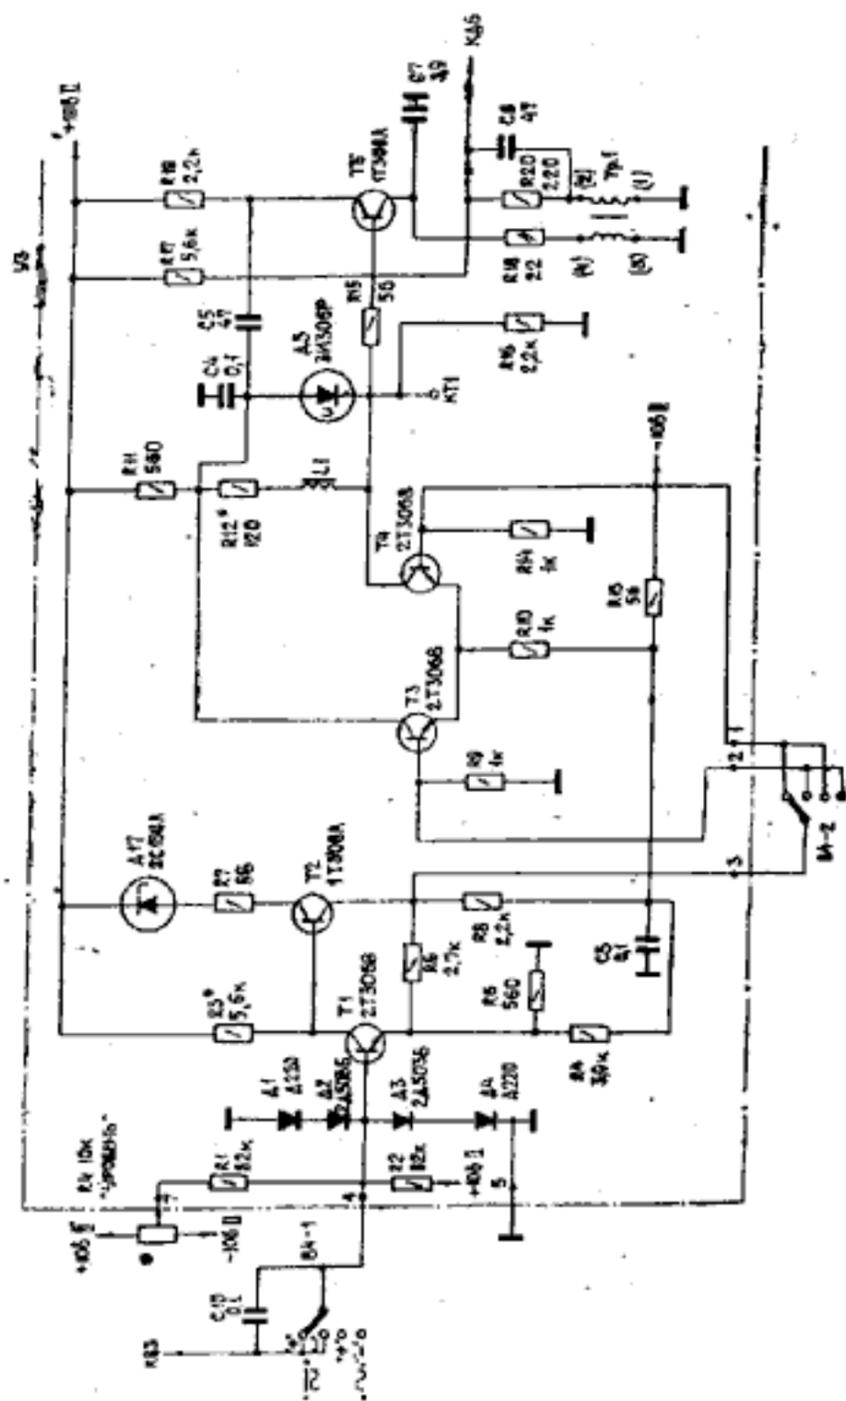

Рис. 6. Схема синхронизации.
В положении ручки вида синхронизации «Х» (рис. 6) усилитель отключается от генератора развертки и подключается к гнезду ГнЗ « X » на передней панели. Резистор R1 увеличивает входное сопротивление усилителя в режиме внешней развертки, а конденсатор C2 корректирует частотную характеристику усилителя в этом режиме. С выхода оконечного усилителя сигнал подается непосредственно на отклоняющие пластины.
5.2.7. Схема синхронизации развертки управляет генератором развертки с целью получения неподвижного изображения исследуемых сигналов на экране ЭЛТ (рис. 6).